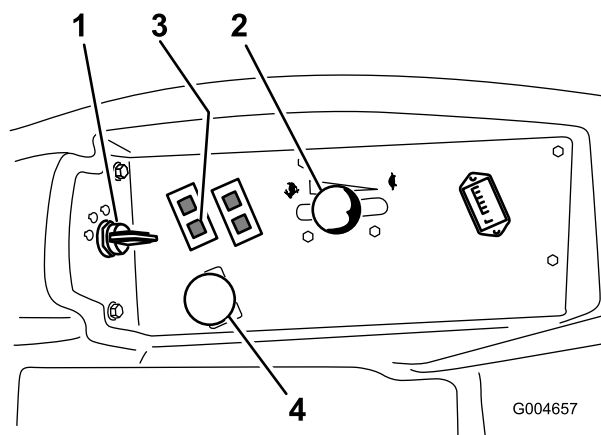

図 16
4. PTO スイッチをOFF 位置とする（図 16）。
5. スロットル・レバーを Fast と Slow の中間にセットする（図 16）。